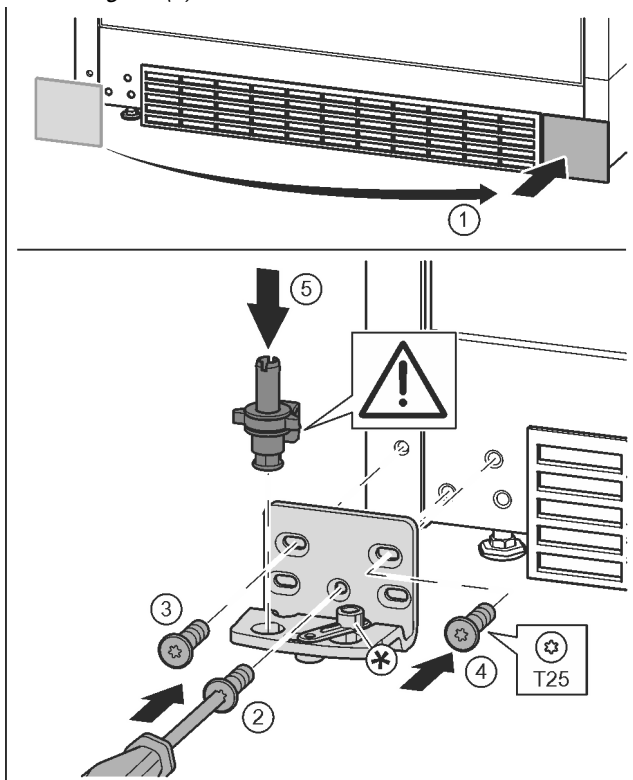

Fig. 17
- ▶ Sejměte kryt a připevněte jej na druhé straně. Fig. 17 (1)
- ▶ Nasadte stojan ložiska na druhé straně a přišroubujte pomocí šroubováku T25. Začněte šroubem 2 dole uprostřed. Fig. 17 (2)
- ▶ Pevně utáhněte šroub 3 a 4. Fig. 17 (3, 4)
- ▶ Zcela vložte ložiskový čep. Přitom dávejte pozor, aby zajišťovací vačka směřovala dozadu. Fig. 17 (5)